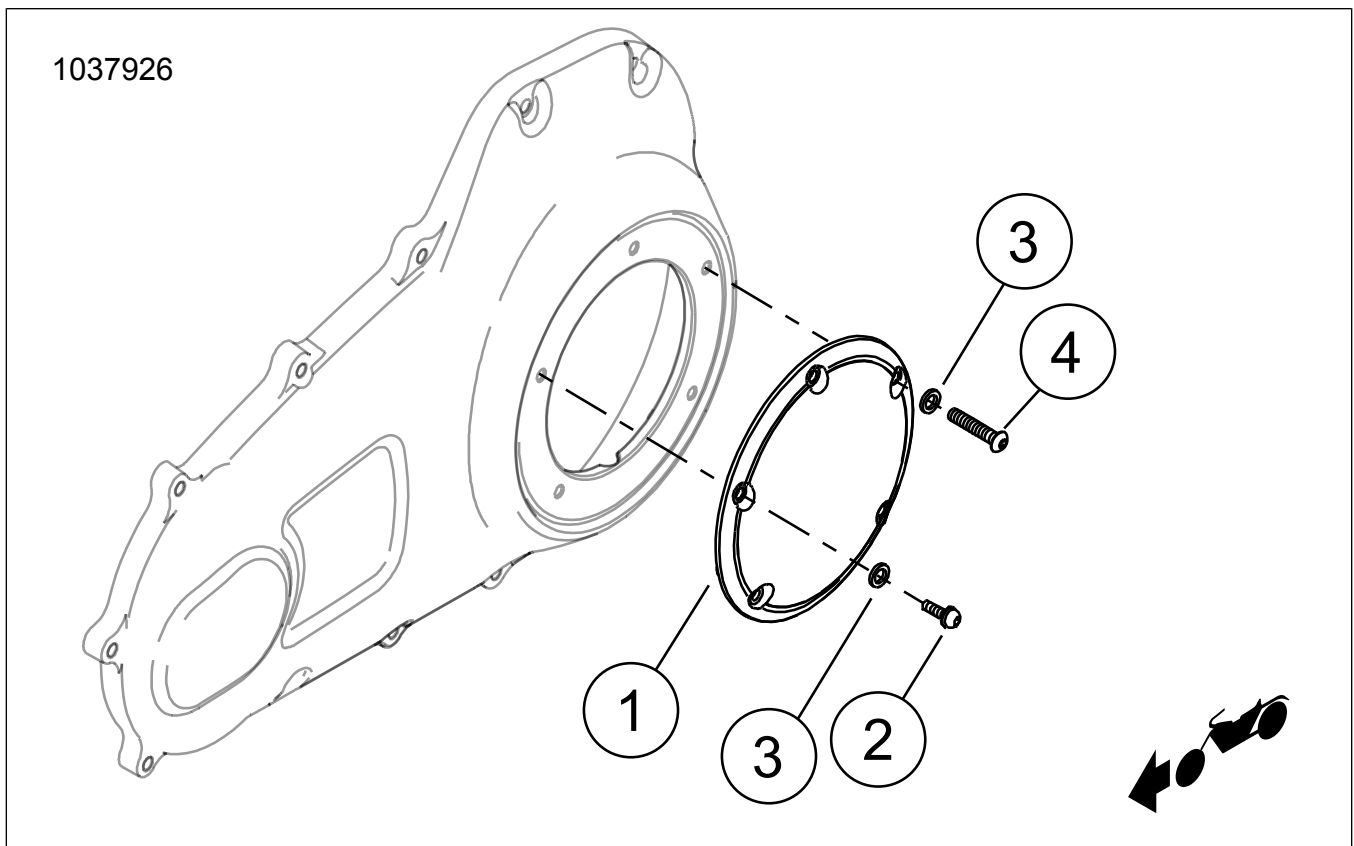

Figure 1. Contenu du kit : Composants de la trappe d'embrayage
1. **Kits : 25338-99B, 25700435, 25700436, 25700446, 25700469, 25700471, 25700472, 25700473, 25700474, 25700476, 25700505, 25700740, 25700843, 25700844, 25700887, 25700888, 25700987, 25700988, 25701020, 25701022, 25701057, 25701059, 25701086, 25701169, 25701171, 25701403, 25701404, 25701519, 25701536:** Installer la **nouvelle** trappe d'embrayage (1), le joint torique et les **nouvelles** vis (2) et rondelles (3).
2. **Kits : 25700434, 25700437, 25700477, 25562-09, 25701173, 25701454, 25701480, 25701517, 25701518, 25701520, 25701537, 25701551, 25701573, 25701574:** Installer la **nouvelle** trappe d'embrayage (1), le joint torique et les vis Équipement d'origine (2) avec des rondelles captives.
3. **Kits : 25700571, 25700572, 25700573, 25700703, 25700704, 25700705 :** installer la **nouvelle** trappe d'embrayage (1) le joint torique et les **nouvelles** vis (2) et rondelles (3). Noter que l';;une des vis (4) est plus longue et doit être placée à la position 2 heures sur la trappe d';;embrayage, comme illustré dans Figure 1.
4. **Kits : 25700515, 25700768, 25700822, 25700825, 25700826 :** installer la **nouvelle** trappe d'embrayage (1) et les **nouvelles** vis (2) comme indiqué dans Figure 1 . Les rondelles ne sont pas utilisées avec ce kit.